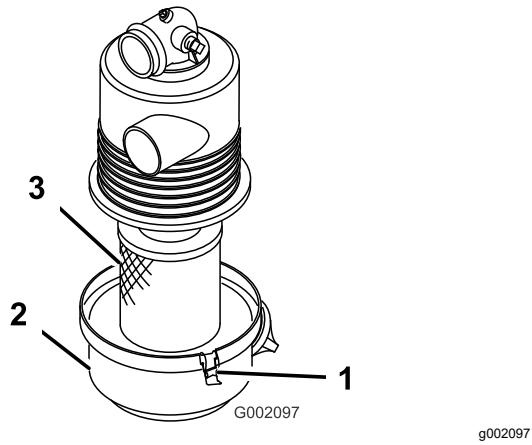

図 26
3. エアフィルタのハウジングにエレメントを取り付ける (**図 26**)。
4. エアフィルタのカバーをエアフィルタのハウジングに合わせて取り付け、ラッチでカバーを固定する**図 26**。